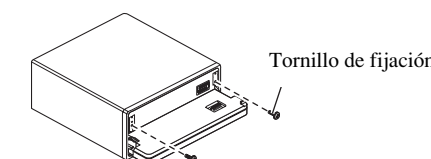

Fig. 14
**4. Fije el panel delantero a la unidad utilizando los tornillos de fijación. (Fig. 14)**